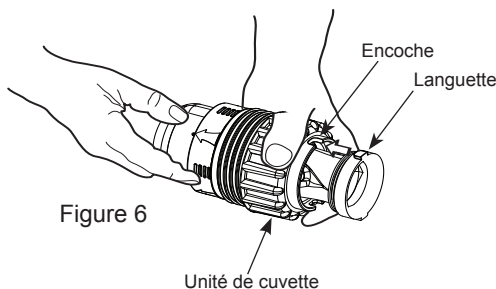

Figure 6
2. Insérez la pipe et le diaphragme internes dans l'ensemble. Alignez les onglets du diaphragme avec les encoches, puis tirez de façon droite (ne pas tourner) jusqu'à ce que le bord du diaphragme soit visible (Voir les Figures 6 et 7).